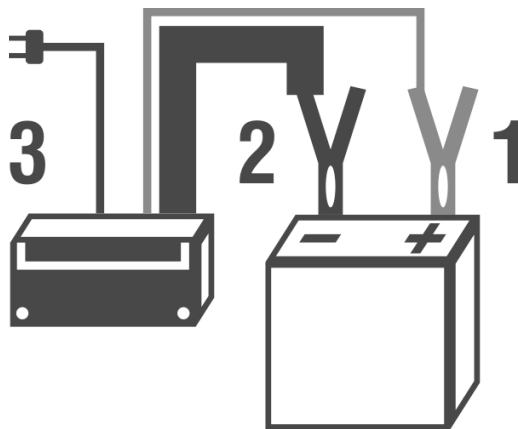

Fig. 3 – Sequência para ligar o carregador na bateria
- 1 - Conecte a garra vermelha do carregador no polo positivo da bateria (posição 1 da Fig. 3);
- 2 - Conecte a garra preta do carregador no polo negativo da bateria (posição 2 da Fig. 3).
- 3 - Conecte o plugue na tomada (posição 3 da Fig. 3):
- 10 - Desconecte a garra preta do polo negativo da bateria (posição 2, Fig. 3);
- 11 - Desconecte a garra vermelha do polo positivo da bateria (posição 1, Fig. 3);
3 - Conecte o plugue do Carregador Inteligente de Bateria na tomada (posição 3, Fig. 3);